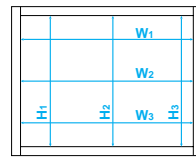

図1
- ④ 樹脂額縁に凹凸がないこと
- ⑤ アングルから額縁先端まで110mm以上であること
- ⑥ 開口の狂いが3mm以下であること（図1～3）
- ⑦ 既設アングル立上がり寸法が2mm以下であること（樹脂額縁上面から既設アングル立上がり寸法最高点まで）
- ⑨ 額縁開口部に凹凸がないこと
- ⑩ 枠の内面から100mm以上あること
- 図1のH1～H3およびW1～W3の寸法差が3mm以下であることをご確認ください。